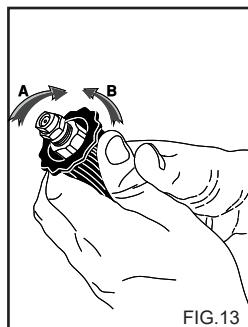

FIG.13
**ΧΡΗΣΗ ΤΗΣ ΡΥΘΜΙΖΟΜΕΝΗΣ ΚΕΦΑΛΗΣ (Fig. 13) (Προαιρετικό αξεσουάρ)**